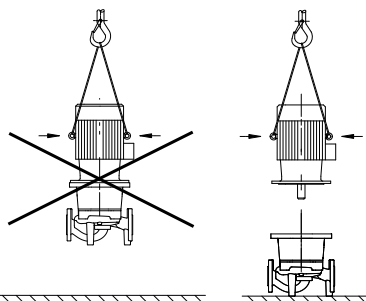

Fig. 20: Transport du moteur
- **N'utiliser les œillets de levage que pour le transport du moteur et non de la pompe complète (fig. 20).**